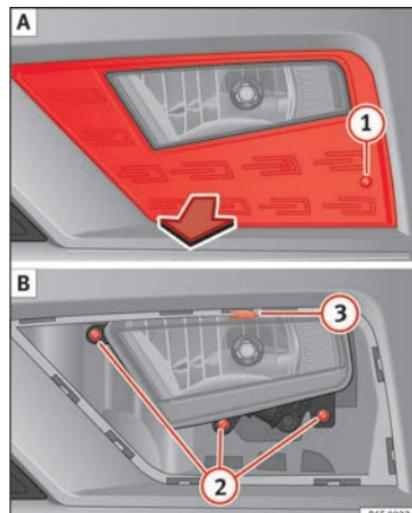
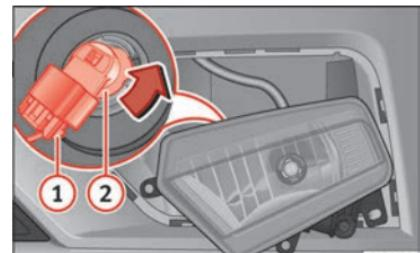

Fig. 110 Phare antibrouillard : enlever la grille.
Fig. 111 Phare antibrouillard : dépose du support d'ampoule
1. Retirez la vis »» fig. 110 ① A de la grille du projecteur antibrouillard à l'aide d'un tournevis puis enlevez la grille.
2. Retirez les 3 vis »» fig. 110 ② B.
3. Retirez l'agrafe métallique située sur la partie supérieure du projecteur anti-brouillard vers l'extérieur du véhicule ③ B avant de retirer le projecteur anti-brouillard.
4. Retirez le connecteur »» fig. 111 ① de la lampe.
5. Tournez le porte-ampoule ② vers la gauche puis tirez.